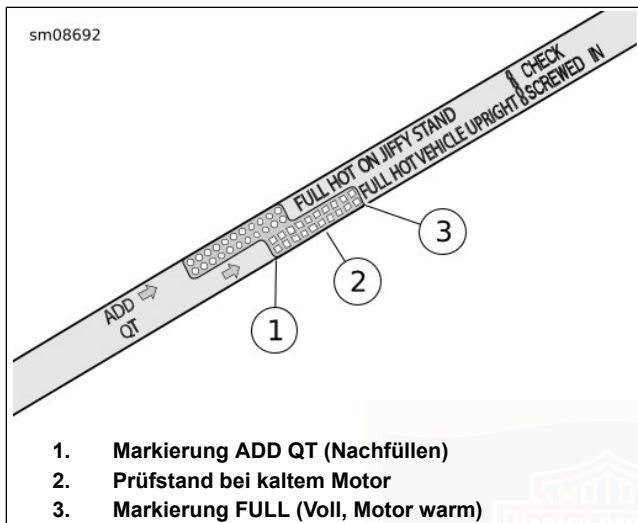

Abbildung 62. Motor-Ölmesstab (Anzeige VEHICLE UPRIGHT [Fahrzeug aufrecht])
- e. Siehe Abbildung 62. Ölstand prüfen. Der korrekte Ölstand bei kaltem Motor liegt auf halbem Wege (2) zwischen den Markierungen ADD QT (Nachfüllen) (1) und FULL HOT (Voll, heiß) (3) auf dem Ölmesstab.
5. Ölstand prüfen. Nur so viel Öl nachfüllen, um den Füllstand zwischen die Ölmesstab-Markierungen ADD QT (1) und FULL HOT (3) zu bringen.
- e. Siehe Abbildung 62. Ölstand prüfen. Der Ölstand sollte zwischen den Markierungen ADD QT (Nachfüllen) und FULL HOT (Voll, heiß) auf dem Ölmesstab stehen.